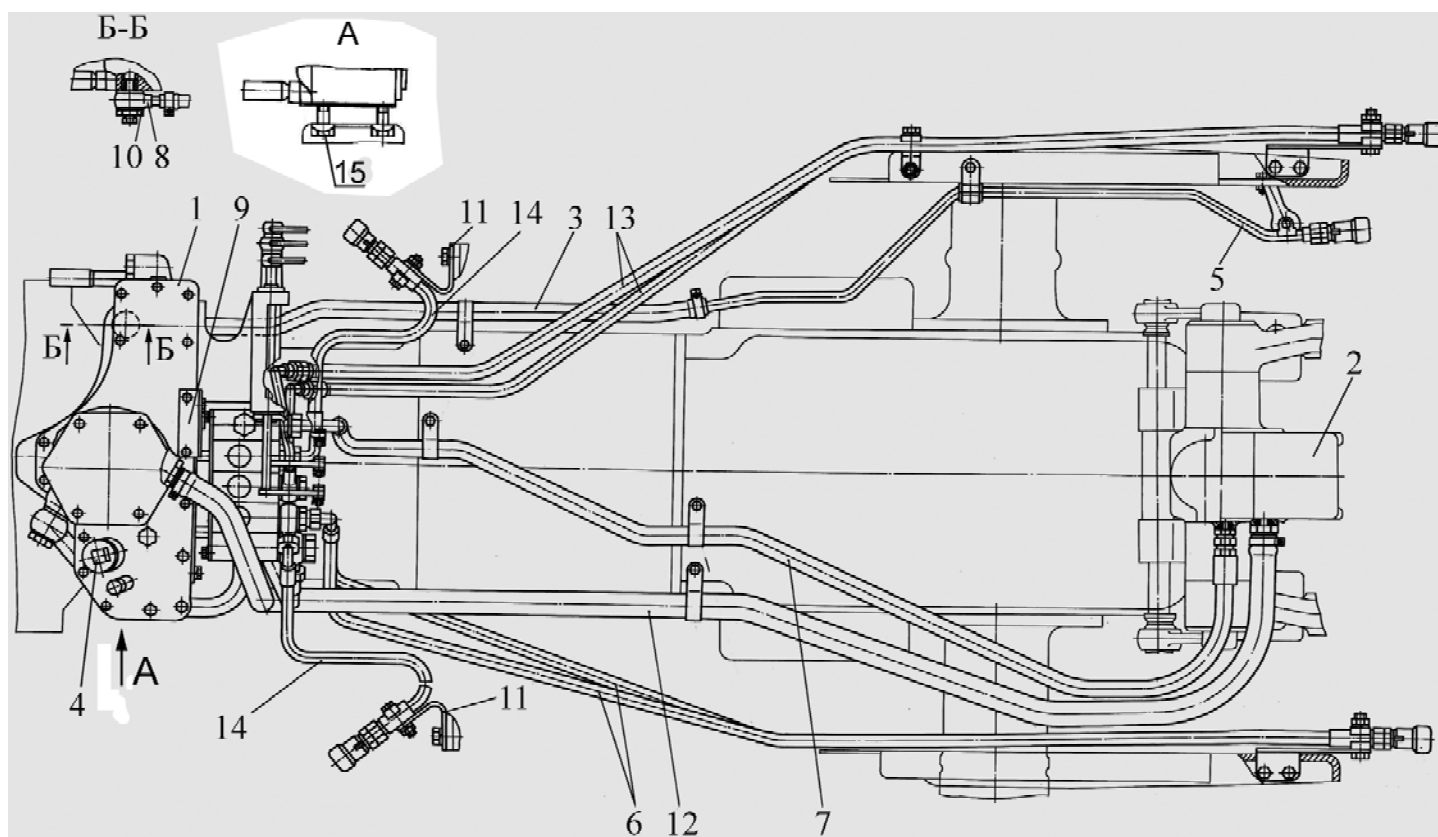

Рисунок 9.8
- а) установите емкость объемом не менее 25 литров под сливной болт 10 (рисунок 9.8) снизу маслобака 1, отверните заливную пробку 4, а затем болт 10 и слейте масло;